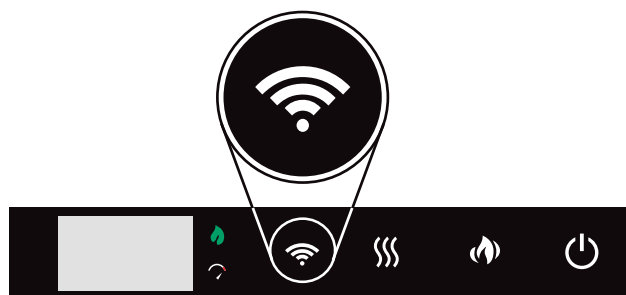

Fig. 26
- Appuyez et maintenez le bouton Wi-Fi sur le panneau de commande de l'appareil pendant 10 secondes (**Fig. 26**).